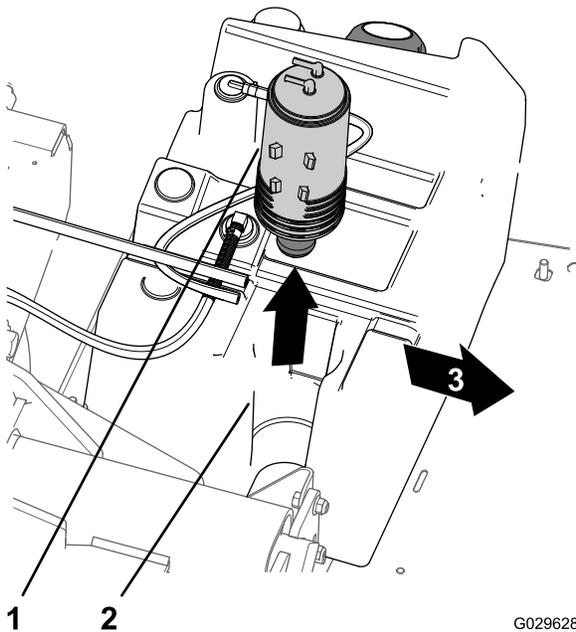

Figura 54
- Levante o recipiente de carbono da montagem do recipiente de carbono no depósito de combustível (Figura 54).
7. Insira o novo recipiente de carbono na montagem do recipiente de carbono do depósito de combustível com as uniões purga e depósito de combustível alinhadas para trás (Figura 54).